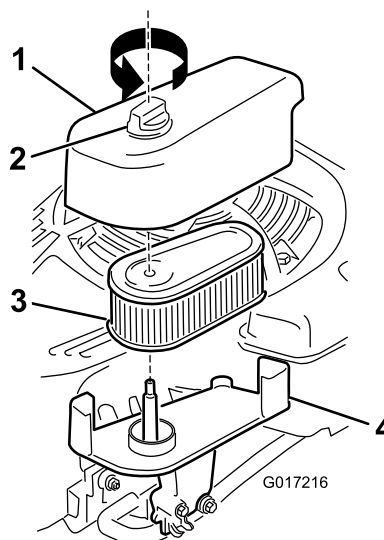

Figura 29
1. Desaperte o fixador e retire a cobertura do filtro de ar (Figura 29).